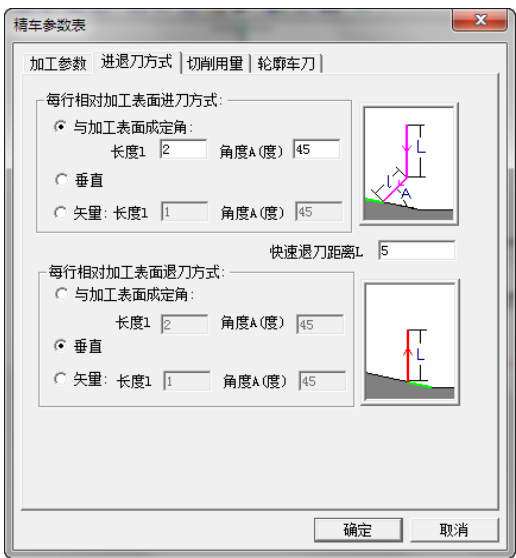

图 4-149 精车外圆进退刀方式参数设定
2) 单击“进退刀方式”选项卡，设置具体参数，每行相对加工表面进刀方式：与加工表面成定角，长度 $l=2$ ，角度 $A=45$ ；每行相对加工表面退刀方式：垂直，如图 4-149 所示。